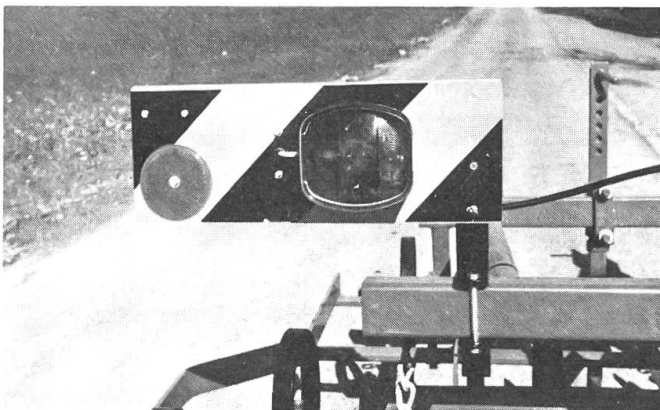

Abb. 3: Aufsteckbare Tafel mit schwarz-gelber Markierung, montierten Leuchten und Rückstrahlern an einer Kulturegge.
- Aufsteckbare Tafeln gelb-schwarz, allenfalls mit montierten Leuchten und Rückstrahlern (Abb. 3).
Vollständige Wechselgarnituren mit Leuchteinheiten und Breitenmarkierung mit schwarz-gelben Streifen sind im Handel oder beim Lieferanten von Arbeitsgeräten erhältlich, ebenso genormte Halterungen und Befestigungsprofile für Beleuchtungsanlagen (Abb. 3).